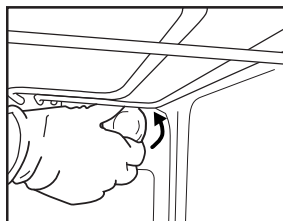

Fig. 6
2. Deșurubați capacul becului (Fig. 6), înlocuiți becul (vezi nota pentru tipul becului) și înșurubați la loc capacul becului.